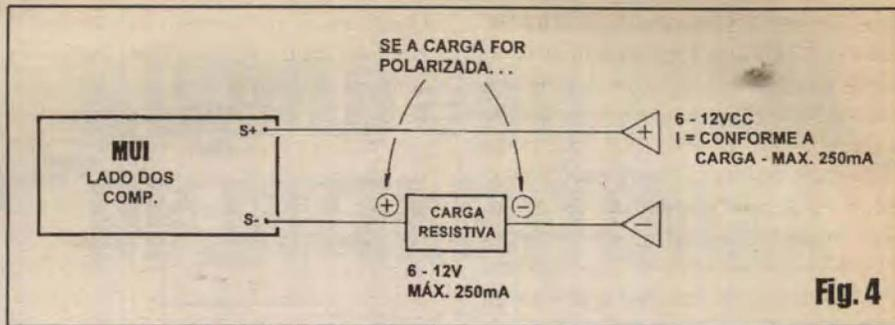

Fig. 4
- FIG. 4 - **CONEXÕES EXTERNAS À PLACA / DIAGRAMA BÁSICO DE UTILIZAÇÃO** - Mais simples, *impossível*...! Como duas únicas conexões, a plaquinha tem dois fios isolados ligados aos pontos S+ e S- (recomenda-se o uso do *velho* código, respectivamente com fio **vermelho** e **preto**, convencionando as indicações de polaridade...). O diagrama aproveita para mostrar o arranjo básico de utilização, devendo a carga (resistiva, e dentro dos parâmetros e limites já citados...) situar-se no ramo **negativo** das conexões gerais... Dependendo do tipo de carga, esta também poderá ser intercalada no ramo do **positivo**, sem problemas (é tudo uma questão de experimentar, e ver se funciona...). Notar (é importante...) que se a carga - em si - for *polarizada*, seus terminais deverão obedecer às indicações (+) e (-) mostradas (mais detalhes na próxima figura).